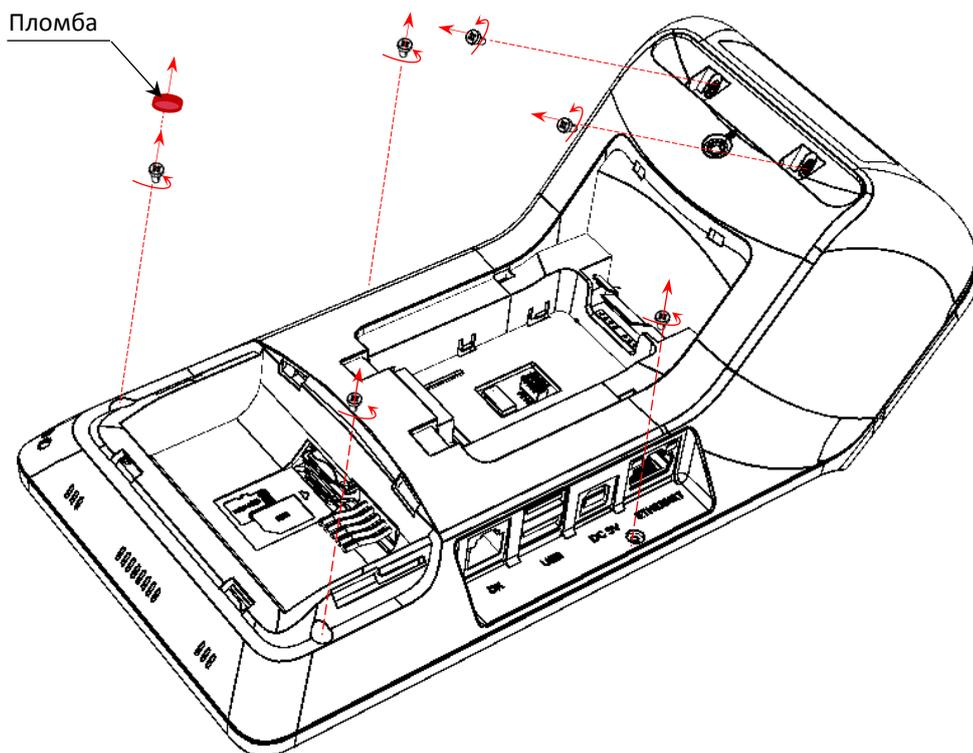

Рисунок 14. Винты крепления верхней и нижней части корпуса smart-терминала
19. Вкрутить винты крепления верхней части к нижней части корпуса (рисунок 14).
14. Вкрутить винты крепления верхней части к нижней части корпуса (рисунок 14).